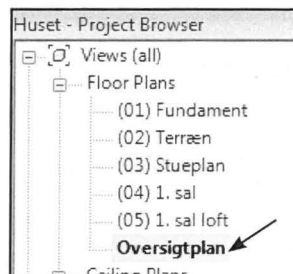

Fig. 09.129. Gå til oversigtsplan eller Site.
- Gå i Oversigtsplan i *Project Browseren* (Fig. 09.129).